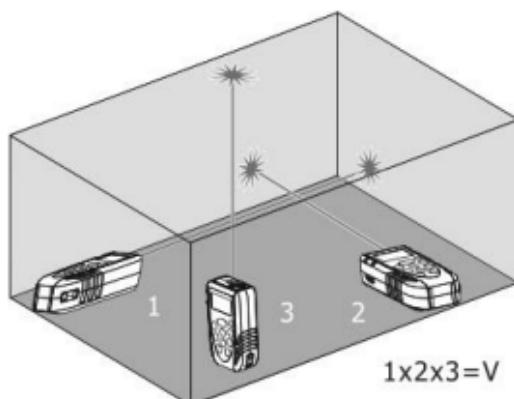

Fig. 6: Exemplo de medição do Volume
3. Premir o botão para efetuar a primeira medição (comprimento) da superfície (ver Fig. 6). O valor correspondente é inserido no primeiro display parcial. O símbolo é apresentado com o lado “1” intermitente
efetuar a segunda medição (largura) da superfície (ver Fig. 6). O valor correspondente é inserido no segundo display parcial. O valor da área correspondente é apresentado no display resultante. O símbolo “” é apresentado com o lado “2” intermitente
5. Premir agora o botão  para efetuar a terceira medição (altura) (ver Fig. 6). O valor total do volume é apresentado no display principal resultante